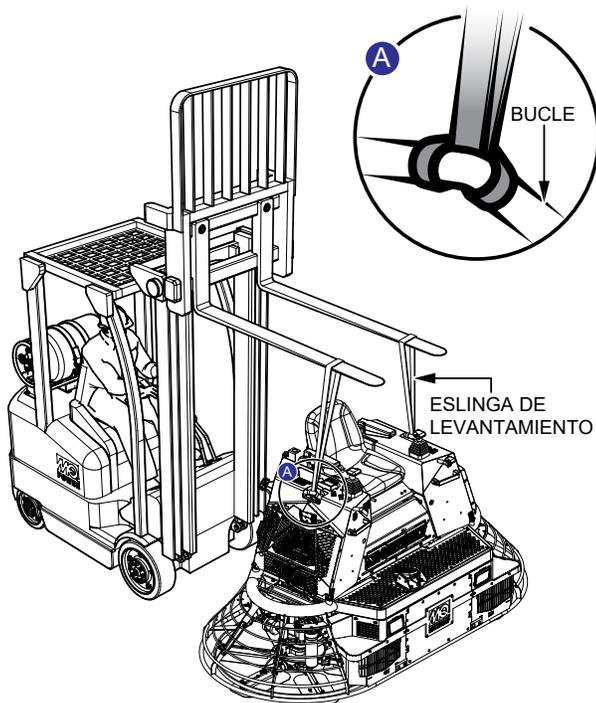
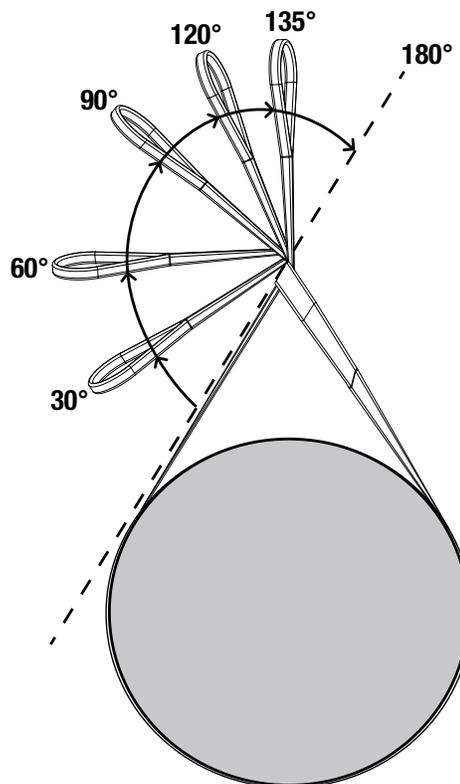

Figura 2. Levantamiento de la alisadora
Figura 3. Ángulo de anclaje
1. Fije las dos eslingas de levantamiento a los bucles de levantamiento de los lados derecho e izquierdo de la alisadora (Figura 2).
2. Inserte las horquillas de la carretilla elevadora por los bucles en los extremos de las eslingas de levantamiento (Figura 2). Mantenga las eslingas lo más cerca de la vertical que sea posible. Si el ángulo de anclaje (Figura 3) es de 120 grados o menos, la resistencia nominal de levantamiento de las eslingas debe reducirse según se muestra en la Tabla 1, según la Norma B30.9 de ASME.